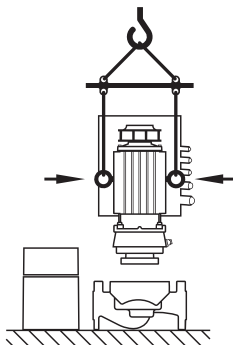

Fig. 9: Μεταφορά του κινητήρα
- Αν χρειάζεται, π. χ. σε περίπτωση επισκευής, οι κρίκοι μεταφοράς μπορούν να μετατοπιστούν από τη φλάντζα του κινητήρα στο κέλυφος κινητήρα (βλέπε π. χ. Fig. 9). Πριν από την εγκατάσταση των κρίκων μεταφοράς στο κέλυφος του κινητήρα, πρέπει να ξεβιδωθούν οι αποστάτες από τα ανοίγματα για τους κρίκους μεταφοράς (Fig. 7, θέση 20b) (βλέπε κεφάλαιο 10.2.1 «Αλλαγή μηχανικού στυπιοθλίπτη» στη σελίδα 57).
- Εάν οι κρίκοι μεταφοράς πρόκειται να μετατοπιστούν από τη φλάντζα του κινητήρα στο κέλυφός του, ή αν αυτό έχει ήδη γίνει, τότε επιτρέπεται να χρησιμοποιηθούν μόνο για το σήκωμα και τη μεταφορά της πτερωτής κινητήρα (Fig. 9), και όχι για τη μεταφορά ολόκληρης της αντλίας, ούτε για τον διαχωρισμό της πτερωτής κινητήρα από το κέλυφος της αντλίας.